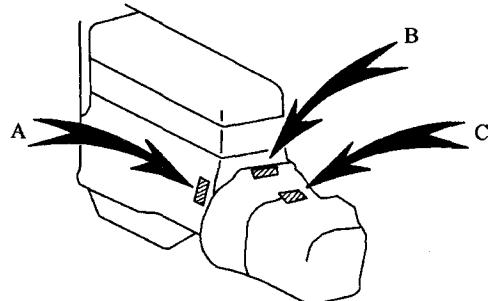

图 1-3 发动机和变速器系列号的位置
(2) 发动机系列号和变速器系列号:如图 1-3 所示,发动机系列号打在气缸体上,变速器系列号打在变速器壳上。其中,A 为 5A-FE 或 8A-FE 型发动机;B 为 C550 型手动变速器;C 为 U540E 型自动变速器。